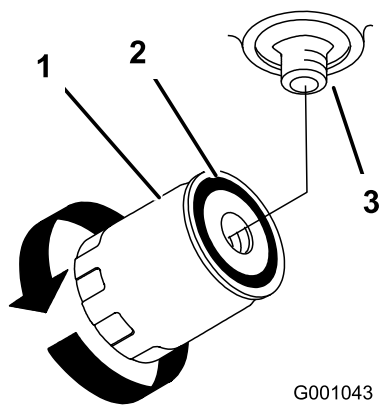

Figura 53
4. Individuate il filtro sotto la base del motore e collocate una bacinella di spurgo sotto il filtro (Figura 53).
5. Togliete il filtro usato e tergete la superficie della guarnizione del riduttore del filtro (Figura 53).
9. Quando il filtro idraulico è pieno, giratelo in senso orario finché la guarnizione di gomma non tocca l'adattatore, quindi serrate il filtro di un ulteriore 1/2 giro (Figura 53).